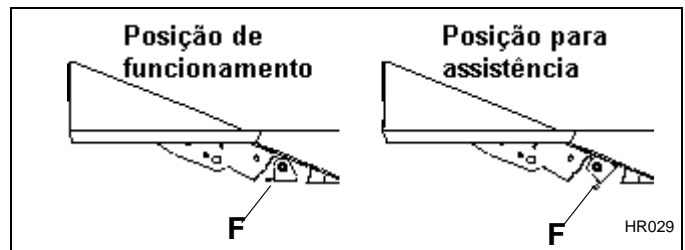

Fig. 4C
1. Rode o mecanismo anti-oscilante (**F**), localizado por baixo do painel do pavimento do lado esquerdo, para a posição de assistência técnica - Fig. 4C.
4. Rode o mecanismo anti-oscilante (**F**) para a posição de trabalho - Fig. 4C.